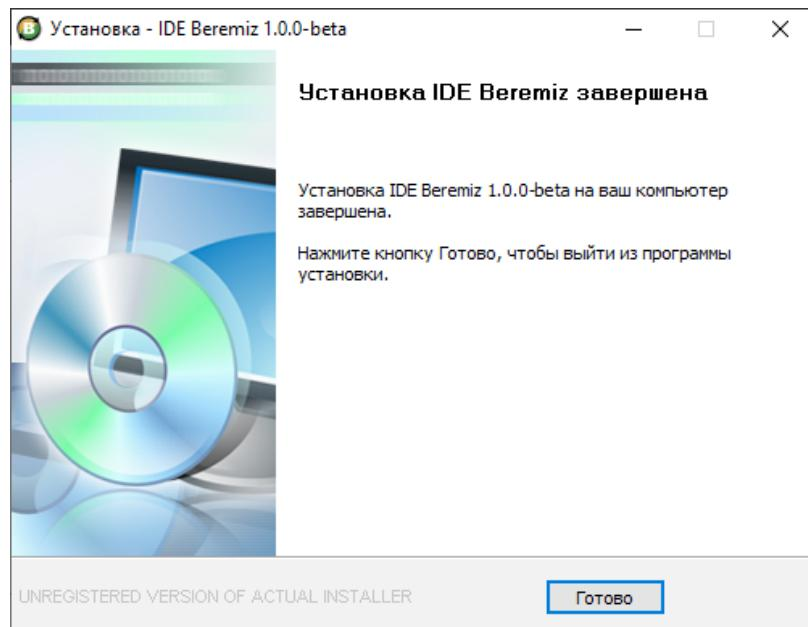

Рисунок 1.5 – Подтверждение установки
- 7) Завершить работу установщика, щелкнув левой кнопкой мыши на кнопке «Готово» (рисунок 1.5)